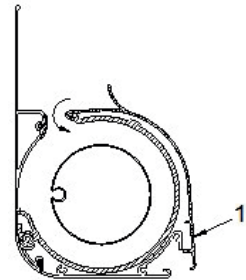

Abb. 10: Demontage Boden
- » Nehmen Sie nun den Boden (1 – Abb. 10) ab und legen diesen zur Seite.